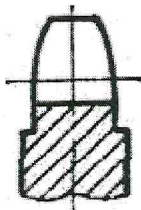

Рис. 14.
65. На рис. 14 изображено поперечное сечение венца звездочки. Для чего предназначена эта звездочка?